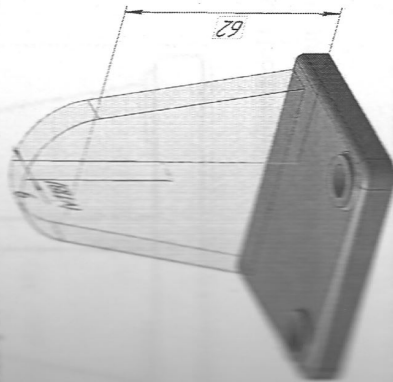

Рис. 40. Выдвигание стенки
- а) выдвигаем вертикальную стенку и скругляем острые кромки радиусом 2 мм (рис. 40);